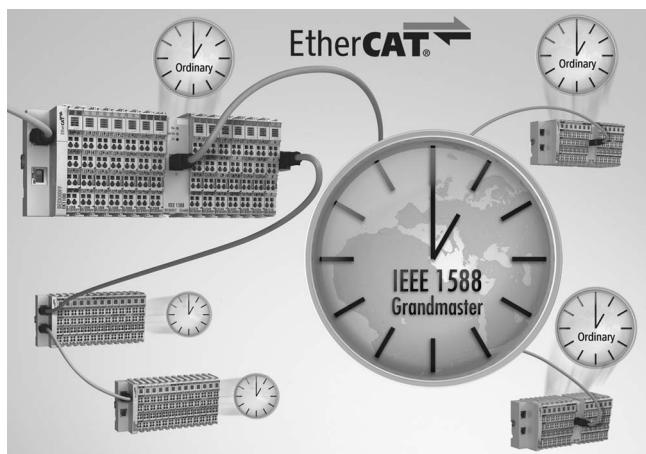

Рис. 3
*PROFINET IO, контроллер EL6631.* Помимо реально-временных (RT) функций и широких возможностей диагностики PROFINET IO-контроллер поддерживает изохронный режим PB (IRT). Для диагностики по сети могут использоваться такие протоколы, как LLDP и SNMP. Кроме того, в контроллер EL6631 интегрирована полная поддержка протокола резервирования среды (MRP). Контроллер способен функционировать как MRP-клиент или как MRP-сервер. Поддерживаются все сервисы стандарта Conformance Class C. К EL6631 можно подсоединить до 255 PROFINET IO-устройств. (Будет доступен во II квартале 2009 г.).
*PROFINET IO-устройство EL6631-0010.* Помимо реально-временных (RT) функций и широких возможностей диагностики PROFINET IO-устройство поддерживает изохронный режим PB (IRT). Для диагностики по сети могут использоваться такие протоколы, как LLDP и SNMP. Кроме того, в EL6631-0010 интегрирована полная поддержка протокола резервирования среды (MRP). Устройство способно функционировать как MRP-клиент/сервер. Поддерживаются все сервисы Conformance Class C.
*Мастер и подчиненное устройство EL6688* может функционировать как IEEE 1588 мастер/подчиненное устройство (рис. 3). Для этого используется ИВС EtherCAT. С использованием нового коммуникационного модуля EL6688 стала возможной синхронизация по стандарту IEEE1588, распространяющаяся на целые производственные участки, позволяя с высокой точностью согласовывать функционирование станков, системных компонентов и производственных линий между собой или с внешними часами, например, GPS-рессивером. Таким образом, становится доступной высокоточная не зависящая от технологии и производителя глобальная база времени, преимущество которой может быть реализовано, например, при простановке временного штампа на данных, полученных в результате измерений.